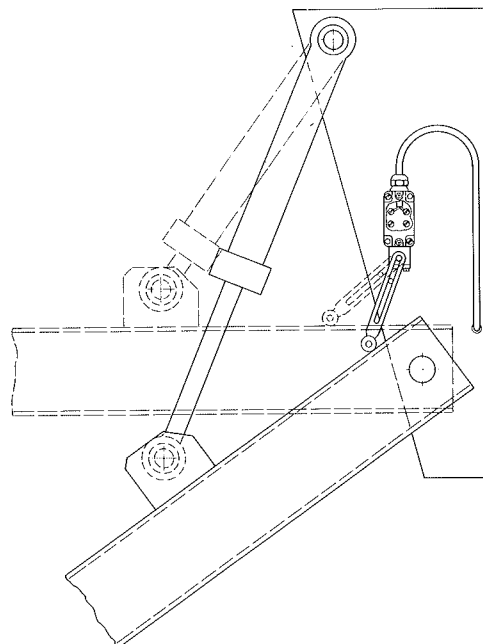

Fig. 66
Gränslägesbrytaren fästes i de förborrade hålen på insidan av vänster pelare, se pos. 2, fig. 64 och fig. 66.